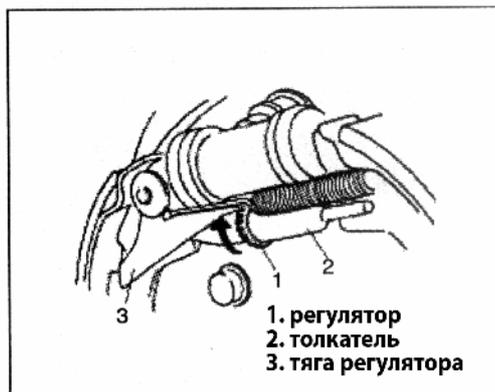

Рис. 666
- 1) Перед установкой тормозного барабана, отрегулируйте зазор между колодкой и барабаном в максимальное положение. Поверните регулятор в направлении, показанном на рисунке (Рис. 666).